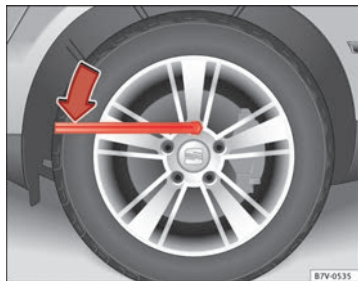

Fig. 184 Cambio di una ruota: allentare i bulloni della ruota.
- Introdurre la chiave della ruota sul bullone, fino in fondo ⇒ fig. 184.